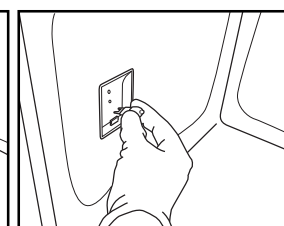

Bild 8
4. Byt ut glödlampen (för typ av lampa - se anmärkning) (Bild 8).